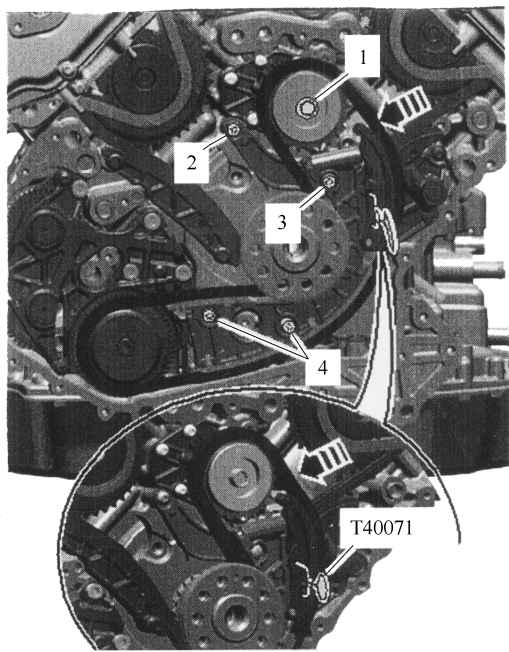

图 1-3-80 拆卸取力器驱动链
- (1) 拆下自动变速器，拆卸定位盘，拆下正时链的左右盖板，拆卸进气管，拆卸机油滤清器壳。
- (2) 拆卸正时链下部盖板。
- (3) 如图 1-3-80 所示，为便于以后安装，用颜色笔标记取力器驱动链的转动方向。沿箭头方向按压张紧轨道，并用定位销 T40071 卡住链条张紧器。旋出螺栓 1 并取下导向链轮(注意:取下的时候需驱动正时齿轮轴内的弹簧)。拧出螺栓 2、3、4 并取下链条张紧器，取下取力器驱动链。